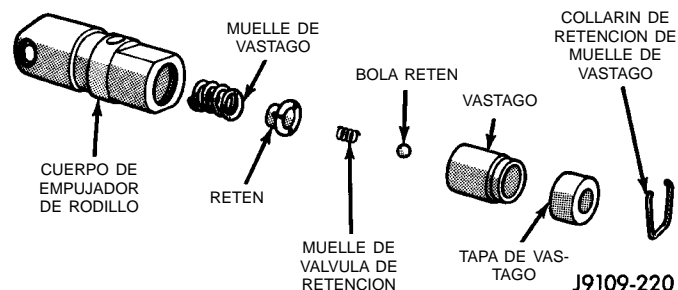

Fig. 49 Conjunto de empujador hidráulico
(1) Con un movimiento de palanca, extraiga el collarín de retención del muelle del vástago (Fig. 49).
(2) Limpie los depósitos de barniz del interior del cuerpo del empujador, sobre la tapa del vástago.
(3) Invierta el cuerpo del empujador y retire la tapa del vástago, el vástago, la válvula de retención, el muelle de la válvula de retención, el retén de la válvula de retención y el muelle del vástago (Fig. 49). La válvula de retención puede ser plana o circular.
(1) Limpie todas las partes de los empujadores con un solvente que elimine el barniz y el carbón.
(2) Reemplace los empujadores inservibles por nuevos conjuntos.
(3) Si el vástago presenta signos de rayaduras o desgaste, instale un nuevo conjunto de empujador. Si la válvula está picada o el asiento de válvula en un extremo del vástago no asienta correctamente, instale un nuevo conjunto de empujador.
(4) Ensamble los empujadores (Fig. 49).